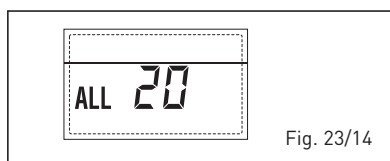

Fig. 23/14
– **ANOMALÍA FALLO DE LA Sonda DE IMPULSIÓN DE LA PRIMERA ZONA MEZCLADA “AL 21”** (fig. 23/15)